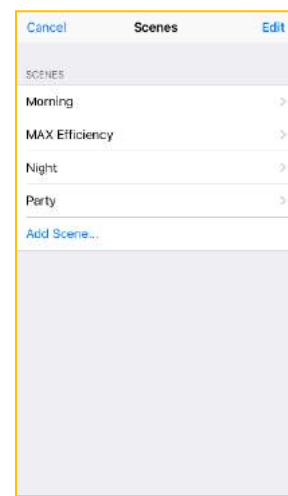

Abbildung 58
10.13.5 Die gewünschte Szene gemäß den Absätzen 10.10.3.-10.10.5. anpassen (Abb. 58).